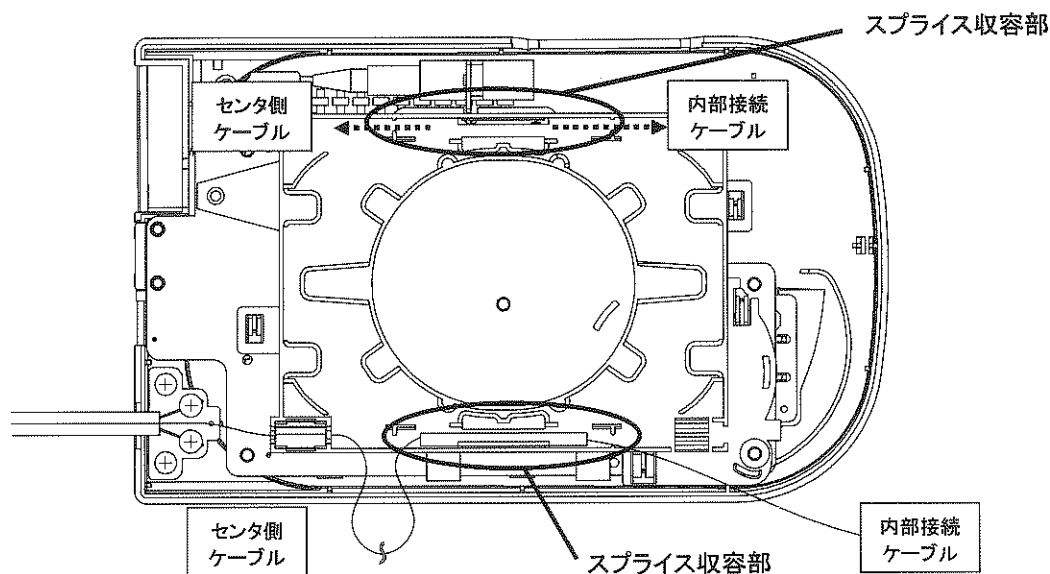

図 4-14 熱収縮スリーブ(メカニカルスプライス)の固定
- ② センタ側ケーブルと内部接続用ケーブルを接続した後、熱収縮スリーブ又はメカニカルスプライスをスプライス收容部に収納します。(図 4-14 参照)
- 【注】 ・ 熱収縮スリーブ又はメカニカルスプライスの向きは図 4-14 のようにセンタ側ケーブル、内部接続用ケーブルの引き出し方向に注意して下さい。向きが異なると正常に余長処理ができず、光ファイバ素線を折る可能性があります。